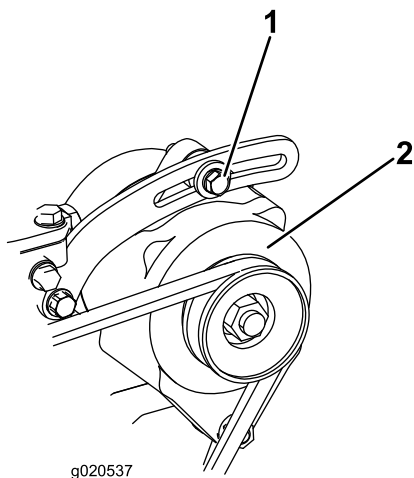

Figura 37
Compruebe la condición y la tensión de la correa (Figura 37) cada 100 horas de operación.
2. Si la desviación no es de 10 mm (3/8 pulgada), afloje los pernos de montaje del alternador (Figura 37). Aumente o reduzca la tensión de la correa del alternador y apriete los pernos. Verifique de nuevo la desviación de la correa para asegurarse de que la tensión es la correcta.